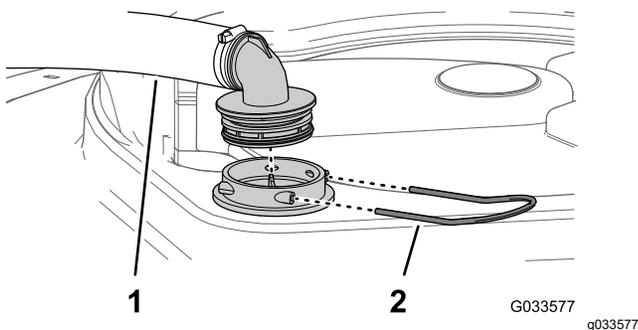

Figura 102
2. En la parte superior del depósito de fumigación, retire la horquilla de retención que sujeta el acoplamiento que está conectado a la manguera grande y al alojamiento del filtro (Figura 102).
3. Retire la manguera y el acoplamiento del alojamiento del filtro (Figura 102).